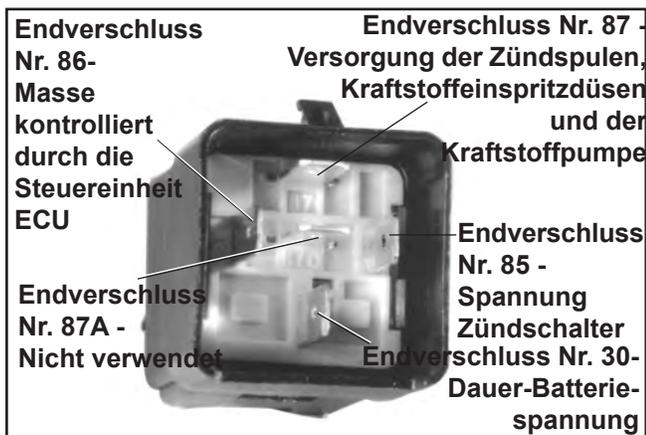

Abbildung 5B-15. Detailansicht Endverschluss Relais.
5. Einen Ohmmeter (Skala Rx1) zwischen den Endverschlüssen Nr. 85 und Nr. 86 im Relais anschließen. Hier müsste ein Durchgang vorhanden sein. Siehe Abbildung 5B-15.